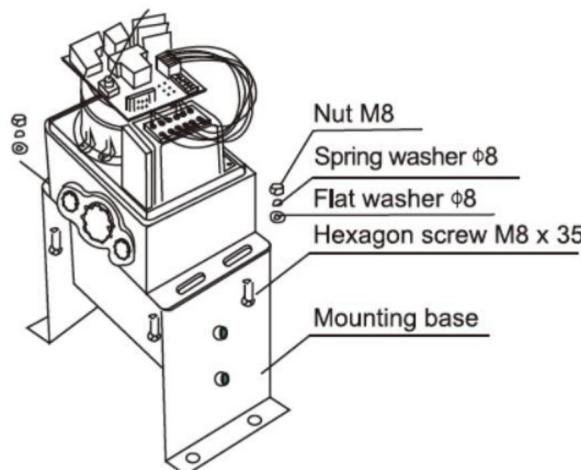

Figure 6
c) Assemblez le moteur de la machine sur la base de montage comme indiqué sur la figure 6 ;